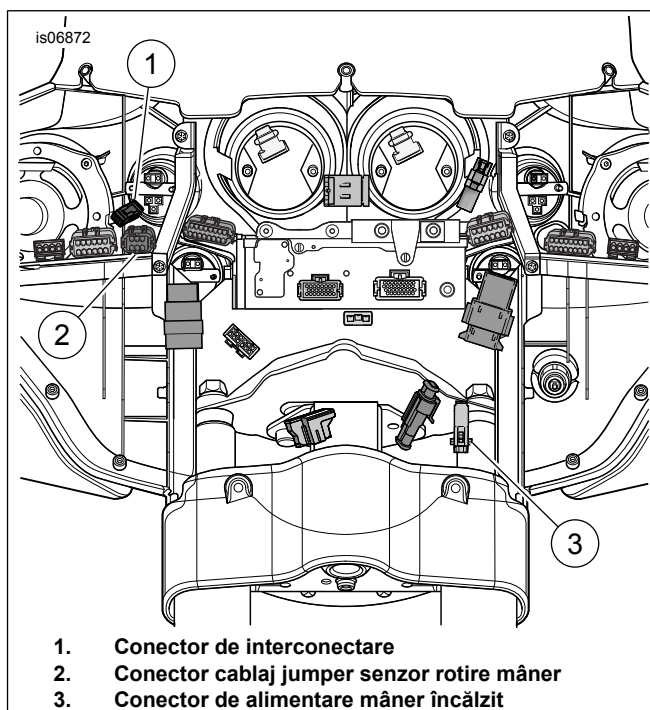

Figura 5. Cablaj carenaj (Modele FLH)
Consultați Figura 5 . Conectorul de alimentare pentru mâner (3) are un capac care trebuie îndepărtat înainte de conectarea la cablajul vehiculului.
2. Consultați Figura 5 . Conectați conectorul de alimentare la jumătate între mânerul din stânga și conectorul de alimentare al mânerului (3).
3. Conectați (1) la conectorul mânerului din partea stângă.
- Conectați conectorul TGS al cablajului principal de la cablajul jumper la conector (2).